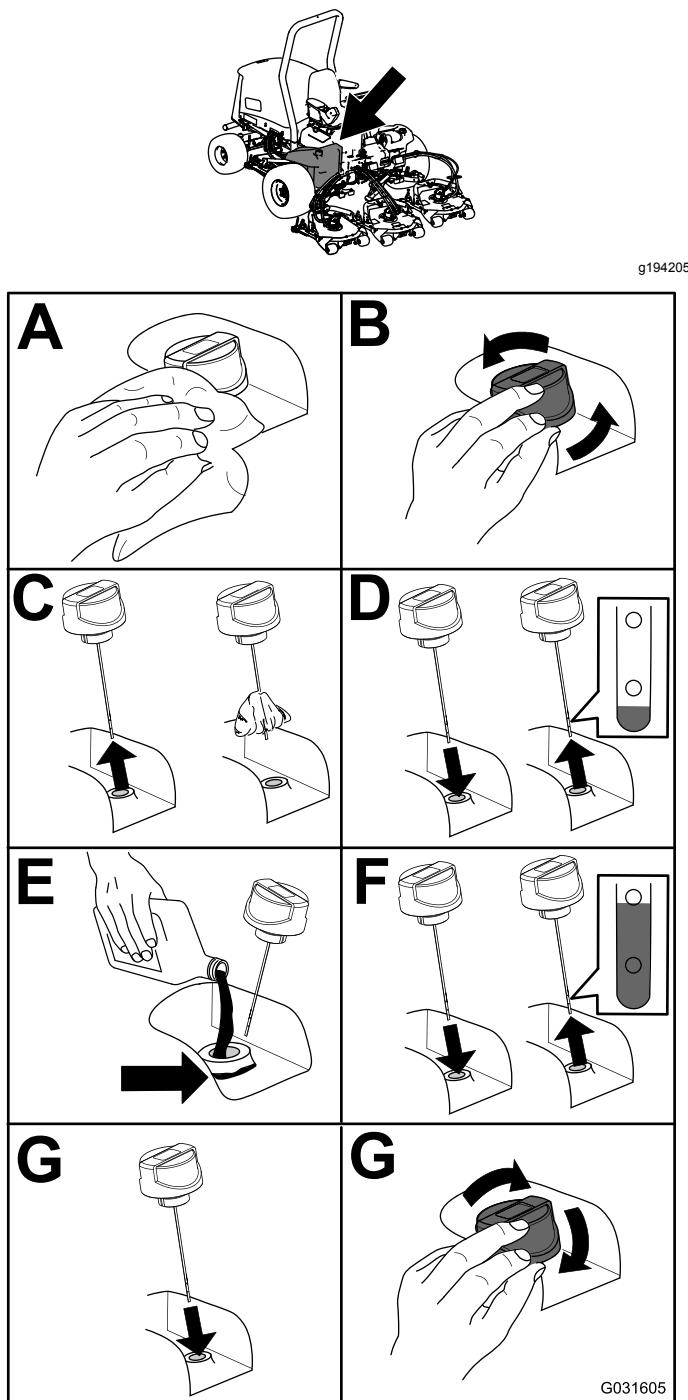

Figure 57
2. Contrôlez le niveau du liquide hydraulique (Figure 57).
5. Remplissez le réservoir de liquide hydraulique (Figure 57).